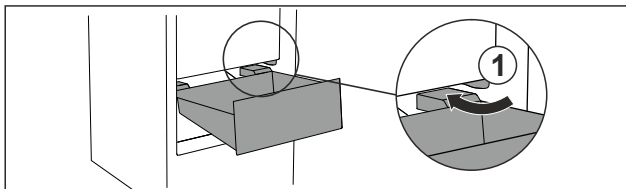

Fig. 69
- Før skuffen skråt omkring stoppene Fig. 69 (1).